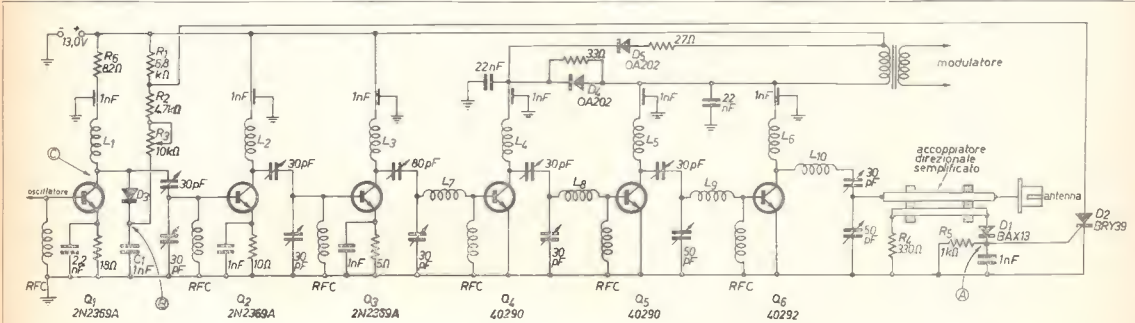

figura 8
In figura 8 è riportato lo schema di una parte di un TX in grado di erogare 5 W di potenza di uscita (in 2 metri) a cui è stato applicato il sistema di protezione suindicato, inviando il segnale di protezione al duplicatore.
Come si vede dalla figura 8 l'accoppiatore direzionale di tipo semplificato è stato inserito tra l'uscita del TX e la presa d'antenna.
1) In assenza di onda riflessa la tensione nel punto A (figura 8) è nulla rispetto a massa. Il diodo controllato BRY39 (D₂) è perciò interdetto e D₃ rimane polarizzato in senso inverso in quanto il punto B si trova a + 13 V mentre il punto C si trova a + 12 V a causa della caduta di tensione esistente ai capi di R₃ (che alimenta il collettore del duplicatore (Q₁)). Il diodo D₃ si comporta pertanto come una resistenza di valore molto alto (superiore a 1 MΩ) e il segnale proveniente dal duplicatore può essere inviato agli stadi successivi.
2) In presenza di onda riflessa (causata da guasti o anomalie al sistema cavo coassiale/antenna) la tensione nel punto A (figura 8) è positiva rispetto a massa. Il diodo controllato D₂ passa così in stato di conduzione. Per effetto di ciò il catodo di D₃, mediante R₂ e R₃ viene cortocircuitato a massa. Anche il diodo D₃ passa pertanto allo stato di conduzione essendo polarizzato in senso diretto (R₂+R₃ costituiscono la resistenza di carico).
Il sistema di protezione indicato in figura 8 ha come principali caratteristiche la rapidità d'intervento e l'irreversibilità. Cioè il suo intervento perdura anche al cessare della causa che l'ha prodotto. Il ripristino può essere fatto solo interrompendo la tensione di alimentazione.